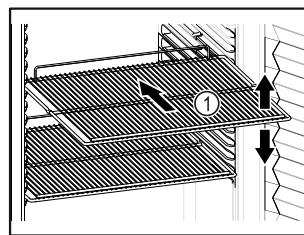

Fig. 56 Примерное изображение
- Если имеются решетчатые полки Fig. 56 (1), отрегулируйте высоту их установки.